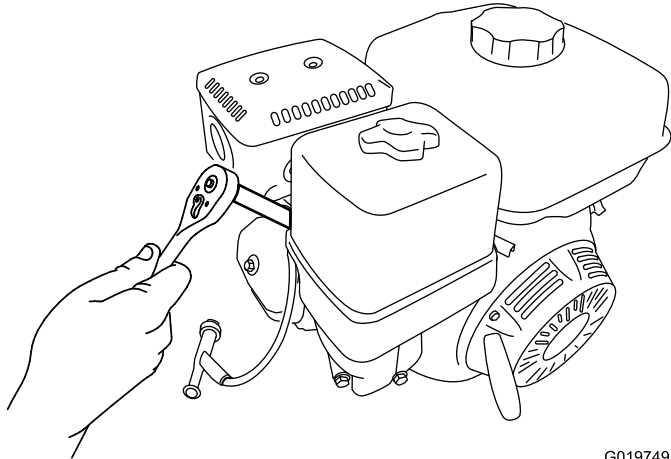

Figure 46
5. Avec une clé de 21 mm (13/16 po), tournez la bougie dans le sens antihoraire pour la déposer ainsi que la rondelle d'étanchéité (Figure 46).
2. Avec une clé de 21 mm (13/16 po), tournez la bougie dans le sens horaire jusqu'à ce qu'elle soit en place avec sa rondelle d'étanchéité (Figure 46).